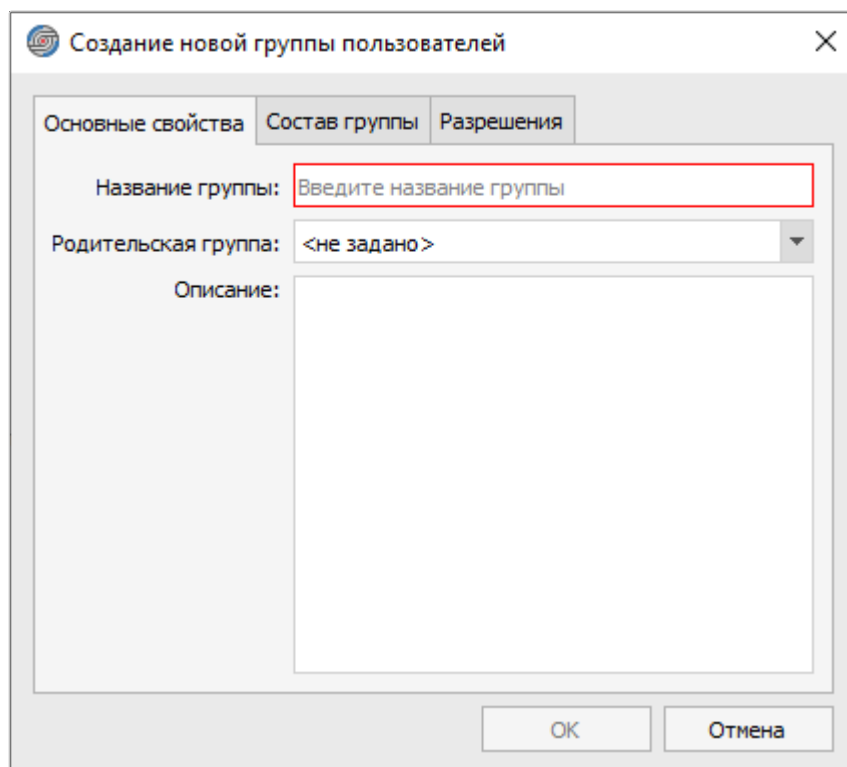

Рисунок 44. Окно «Создание новой группы пользователей»
- «Создать группу» — открывает окно для добавления новой группы пользователей (см. рисунок 44);